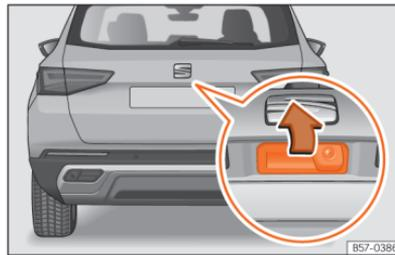

Abb. 59 Heckklappe: Öffnen von außen
- **Öffnen:** Drücken Sie leicht den Haltegriff. Sie öffnet sich selbsttätig. >>> (Abb. 59).